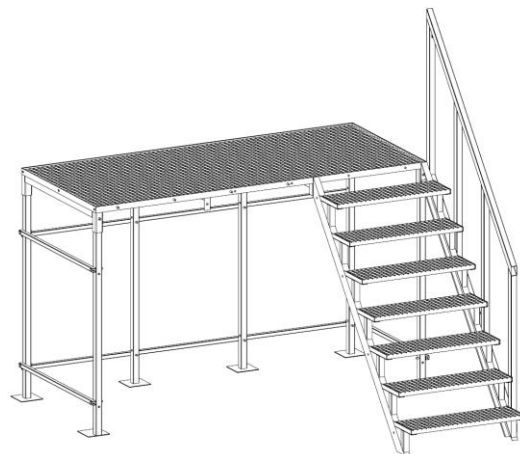

Рис. 5
5. Устанавливается лестница. С одной стороны используется болт М10х25 (поз. 10) с другой – используется болт М10х65 (поз. 12), скрепленный с ногой площадки (рис. 5). Поручень лестницы – съёмный, закрепляется болтами М10х65 (поз. 12) в четырёх местах.